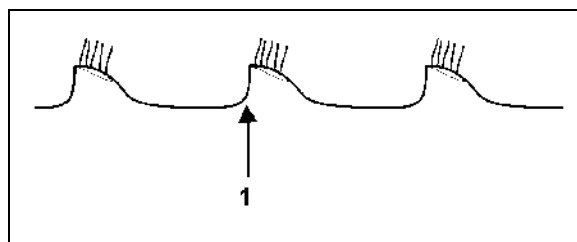

Рис. 45
- Обрезная кромка 2-го ряда дисков не видна и идет за 1-м рядом дисков (Рис. 45): сдвиньте 1-й ряд дисков влево.